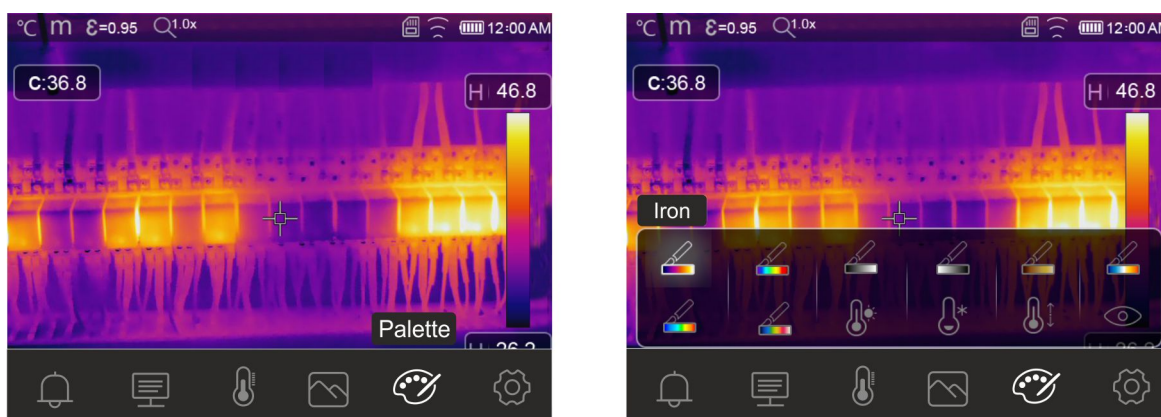

Fig. 39: Sélection des palettes de couleurs et des fonctions isothermes
2. Touchez l'icône «  » pour entrer dans le menu « Menu Palette ». La page-écran de la Fig. 39 – partie droite s'affiche à l'écran